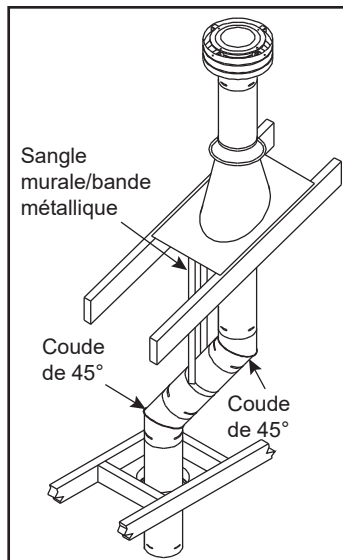

Figure 3.35
2. Si un dévoiement est nécessaire dans le grenier pour éviter des obstacles, le conduit doit être supporté pour éviter de soumettre les coudes à des forces excessives. Des sangles murales ou des bandes métalliques peuvent être utilisées à cette fin (figure 3.35).
- Une fois la position du centre déterminée, découpez un trou de 152 mm (6 po) de diamètre dans la maçonnerie. Attention, si le trou est trop grand, le rétroconnecteur peut ne pas être monté correctement. Si le trou est trop petit, il est possible que l'appareil manque d'air d'admission. Si le mur de maçonnerie est recouvert d'un mur avec une charpente, pratiquez-y une ouverture carrée de 254 mm (10 po) de côté (centrée sur le trou de 152 mm [6 po] dans le mur de maçonnerie). Si le mur est seulement recouvert de panneaux de plâtre (sans montants), vous devrez quand même y pratiquer un trou de 254 mm (10 po), mais celui-ci n'a pas besoin d'être encadré. Cela permet d'installer le rétroconnecteur directement sur le mur de maçonnerie et d'obtenir les dégagements adéquats par rapport aux matériaux combustibles (figure 3.35).